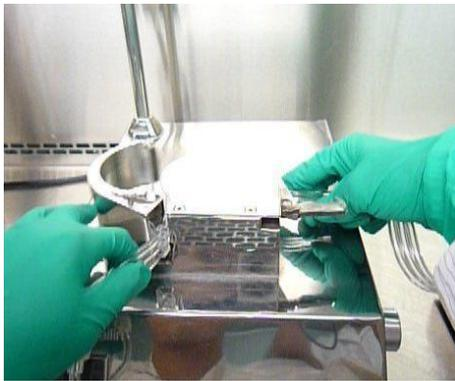

图 7
- 1.2.4. 定位后保持软管轻度的张紧左手拉着软管移出泵头范围，右手食指捏住软管，其他手指推动动块至泵头合上（图 7）。